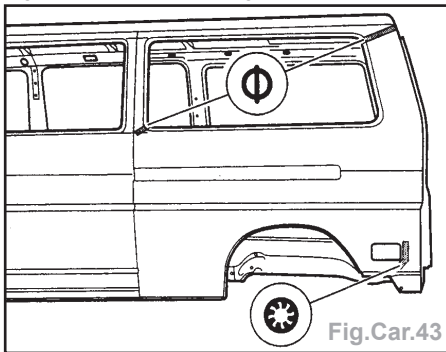

Fig.Car.43
- Effectuer la soudure en bord à bord des lignes de coupe par point sur point sous gaz de protection (Fig.Car.43).